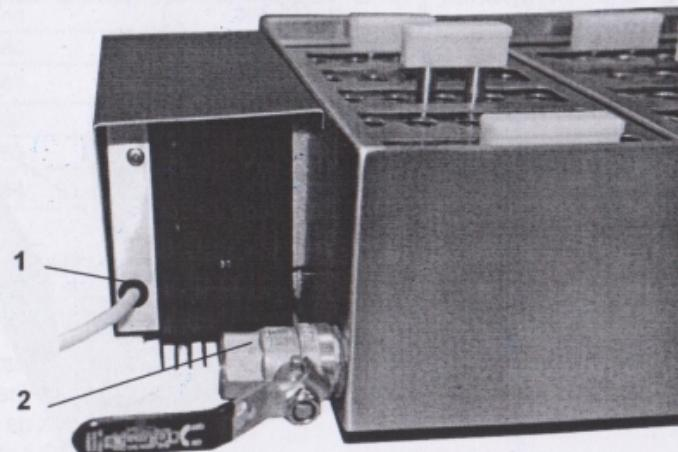

Рис. 3. Баня водяная LOIP LB. Вид сзади (фрагмент).
Вид бани с задней стороны показан на рис. 3. На задней стенке электронного блока расположен вывод кабеля электропитания (1). Также с